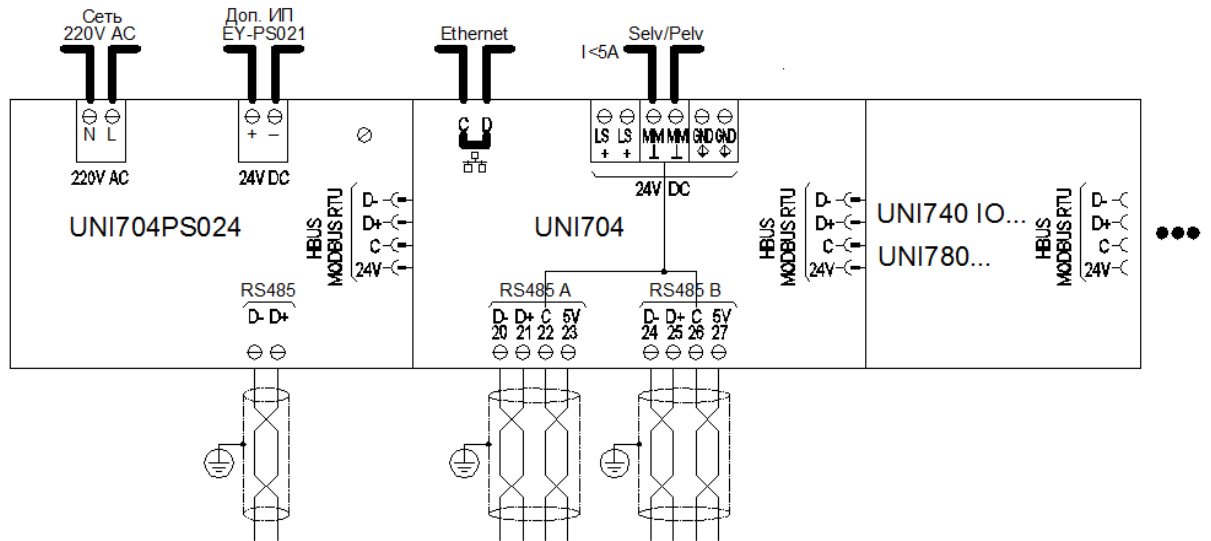

Рис. 9.2. Схема подключения контроллера с шиной HBUS, исполнение UNI704F030
- 9.3 Электроподключения контроллера необходимо выполнять в соответствии с электросхемой щита автоматики и управления с учетом нижеприведенных схем подключения (Рис. 9.2, 9.3, 9.4).